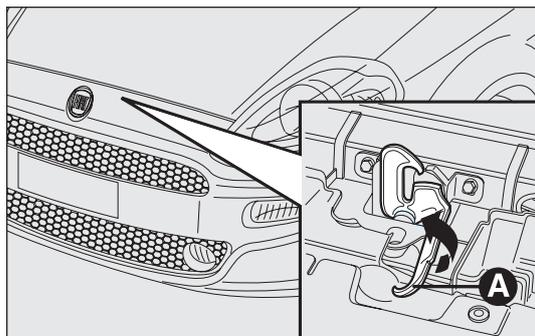

fig. 101
- tirare la levetta A-fig. 101 come indicato in figura;